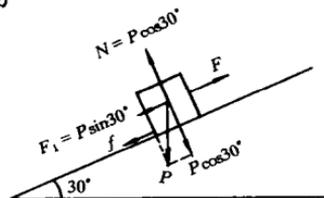

图 7
12. 如图 7 所示, 该物体重 25 kg, 摩擦系数 μ 为 0.2, 当物体匀速向上运动时, 求作用在物体上的力 F 为多少?